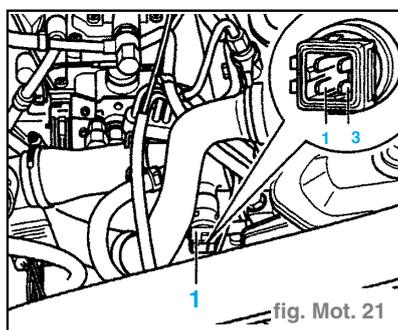

fig. Mot. 21
- Débrancher la fiche du transmetteur de température de liquide de refroidissement (**1**). (fig. Mot. 21)